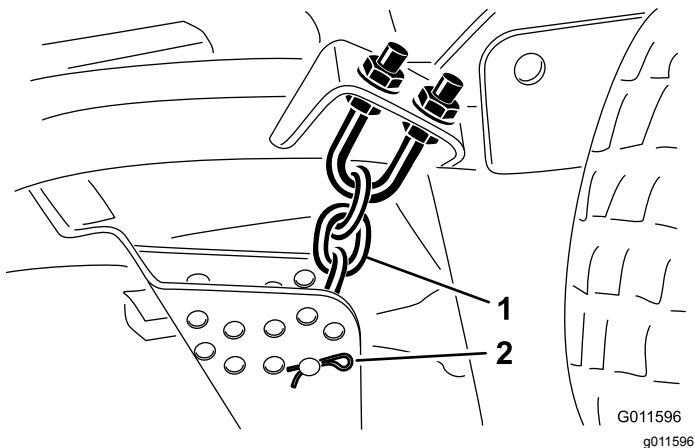

Figura 19
- Togliete la coppiglia e il perno con testa che fissano le catene dell'altezza di taglio sul retro del piatto di taglio (Figura 19).